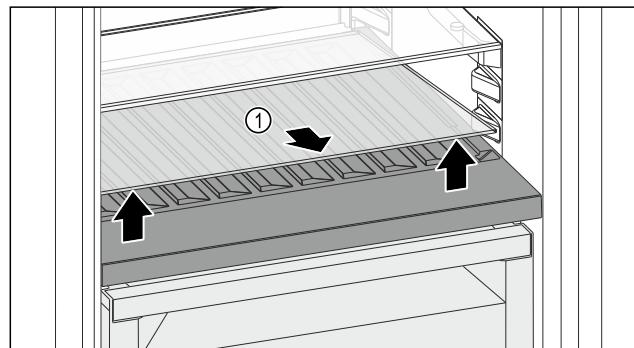

Fig. 114
- Skleněnou desku Fig. 114 (1) zvedněte za vybrání vpředu a vyjměte ji.
- Skleněnou desku Fig. 114 (1) uložte bezpečně mimo spotřebič.